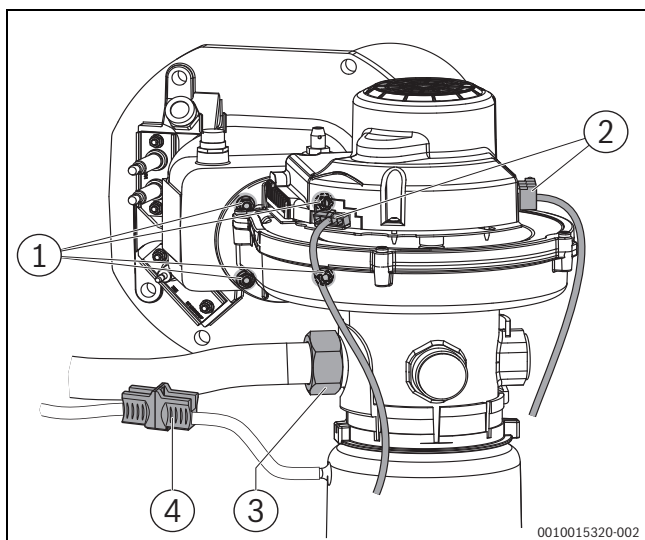

Fig. 63 Démontage des raccords électriques sur le ventilateur (puissances de chaudière 75-150 kW)
- ▶ Détacher les raccordements électriques sur le ventilateur (→ fig. 63, et 64).
- ▶ Détacher les connecteurs (→ fig. 63)
- ▶ Détacher les écrous-raccords sur le venturi (→ fig. 63, [3]).
- ▶ Retirer 4 écrous hexagonaux sur le coude de mélange (→ fig. 63).